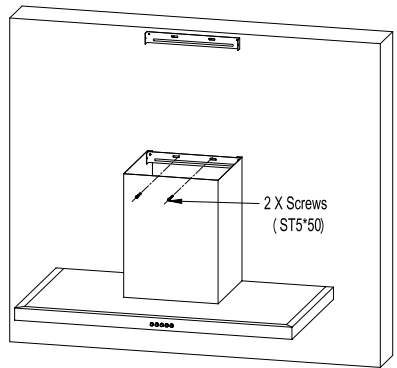

Рисунок 7
5. Вкрутите дополнительный винт ST5*50 для предотвращения самопроизвольного соскальзывания вытяжки с кронштейна. См. Рисунок 7.